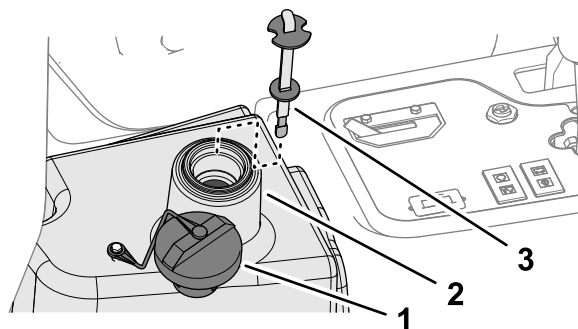

Figura 87
4. Riempite il serbatoio idraulico (Figura 87) con circa 22,7 litri di fluido idraulico; fate riferimento a Specifiche del fluido idraulico \(pagina 61\).